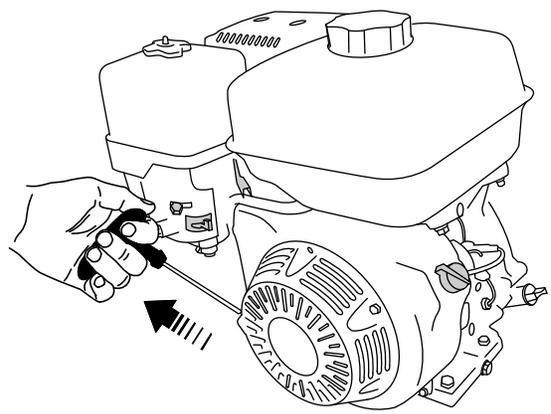

Figure 31
6. Tirez légèrement la poignée du lanceur jusqu'à ce que vous sentiez une résistance, puis tirez vigoureusement (Figure 31). Relâchez lentement la poignée du lanceur.